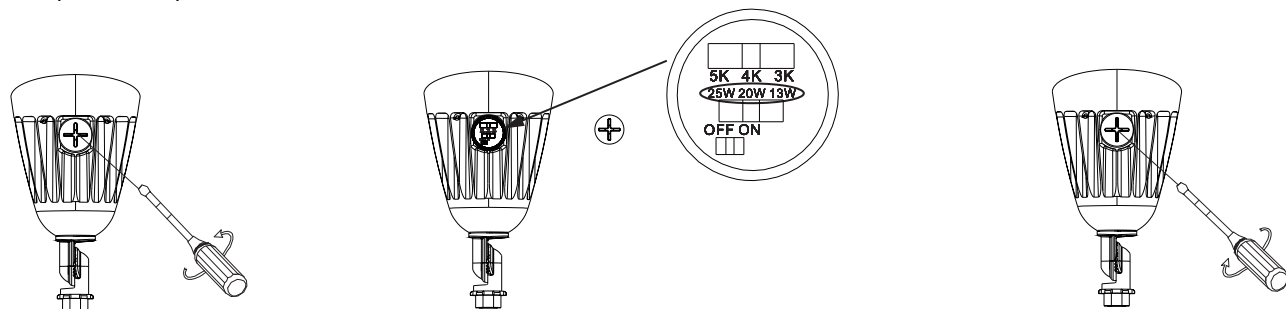

Fig. 6
- Étape 2 : Ajustez le commutateur intégré pour le CCT et la puissance au réglage souhaité. (Fig 6)